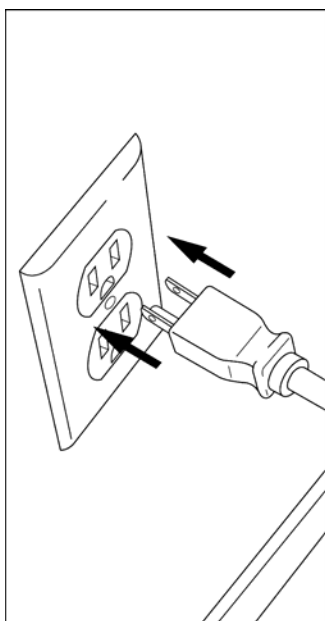

FIGURE 12
2. Branchez le cordon électrique dans une prise de courant à trois fiches convenable (FIGURE 12).